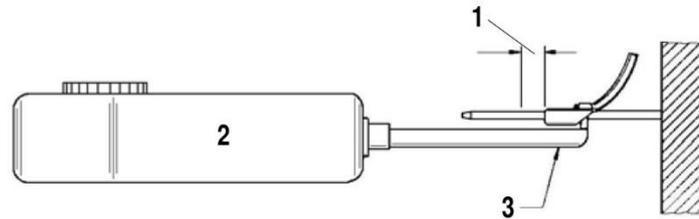

Abbildung 28: Muster ziehen
- b. Ziehen Sie wie in Abbildung 28: Muster ziehen skizziert und notieren Sie die Werte. Das Ziehen muss kontinuierlich und nicht ruckartig erfolgen. Jedes gezogene Muster darf sich bei der Zugrundelegung des maximalen Abzugswertes geringstenfalls um die Hälfte seiner Cliplänge bewegen.